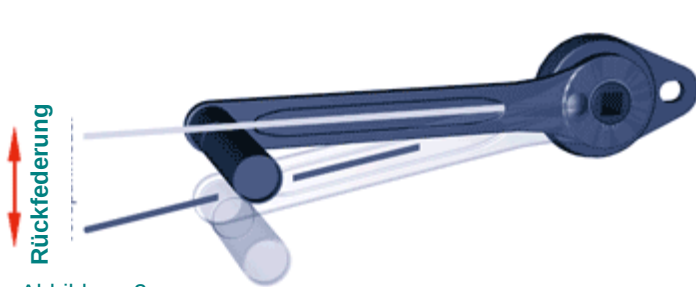

Abbildung 2
Schritt 2: Bringen sie den Kurbelarm in die waagerechte linke Stellung wie in Abb. 2 gezeigt. Halten sie dann die Kurbelwelle mit der Hand fest (oder durch geeignete Maßnahmen blockieren). Drücken sie den Kurbelarm bis zum Anschlag nach unten und prüfen sie, ob er zurückfedert.